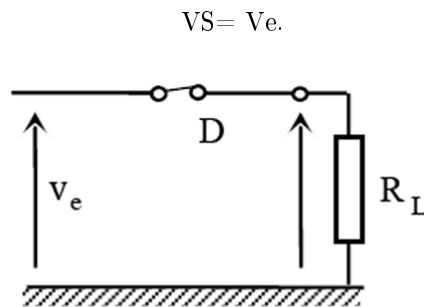

FIGURE 4.4 – Montage simple alternance (diode passante)
- * Lorsqu'on applique un signal sinusoïdal à l'entrée d'un circuit redresseur mono-alternance, dès que la tension à l'entrée est positive, la diode conduit et le circuit équivalent dans ces conditions est donné par le schéma de la figure 4.4. Dans ces conditions la tension de sortie est identique à la tension appliquée à l'entrée :